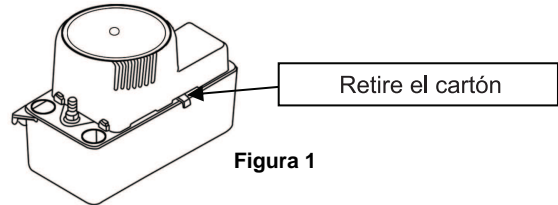

Figura 1
2. Desempaque cuidadosamente la bomba. Retire el cartón de embalaje de las ranuras de aire de la cubierta del motor. Cuidadosamente deslice el empaque fuera de la bomba. Este empaque se usa para prevenir movimientos del interruptor durante el envío. (Figura 1).